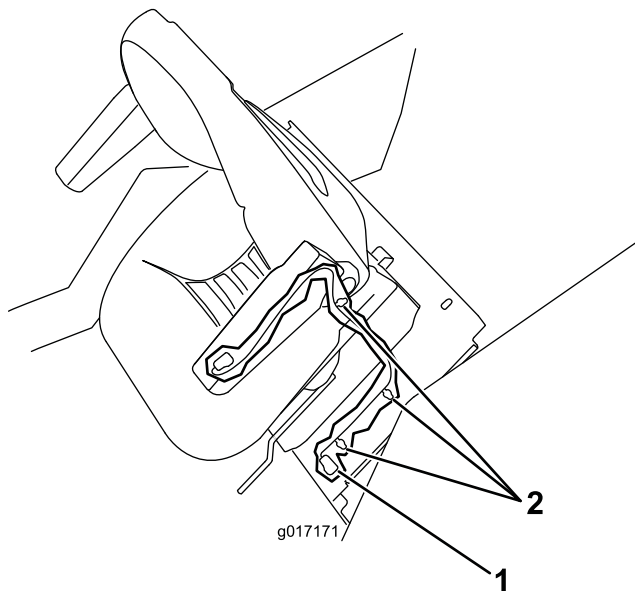

Figura 1
4. Desligue o fio do interruptor de banco da cablagem da unidade de tração (Figura 1).
5. Remova os cliques ou abraçadeiras da cablagem que prendem a cablagem do banco à placa do banco (Figura 1).